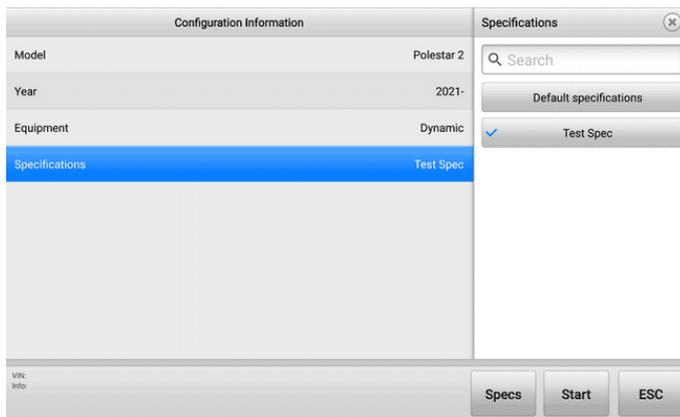

図4 -9 構成選択画面2 (ホイールアライメント)
- 次に、「開始」をタップし、画面に従って順番に続行し、最後にホイール調整手順全体の画面に入ります。図4 -1 「ホイール全体のアライメント手順」画面を参照してください。